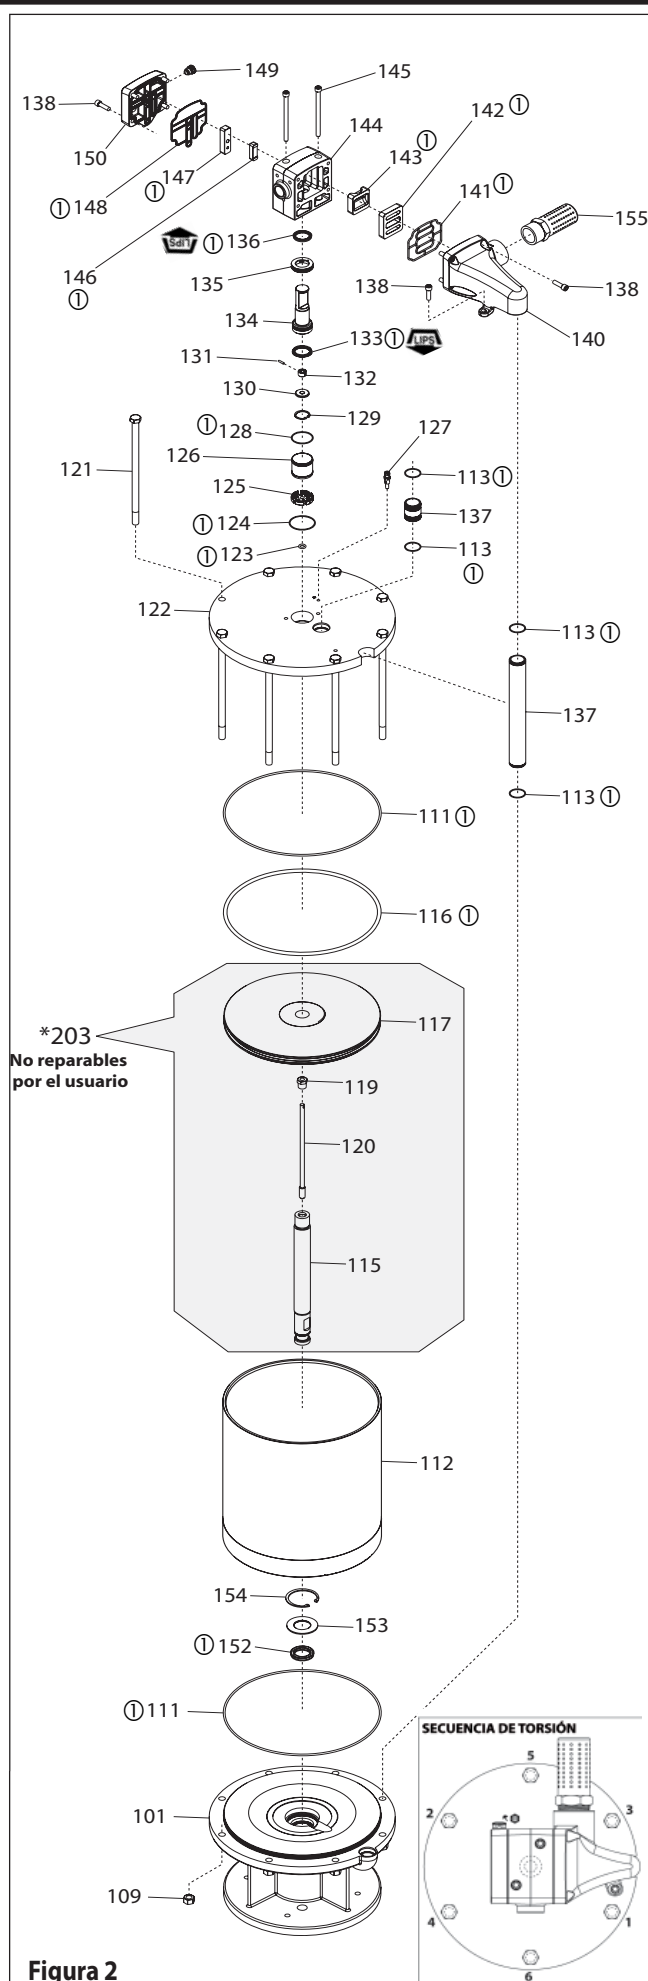

Figura 2
2. Instale la junta en U (152), la arandela (153) y el anillo de fijación (154) en el conjunto de la base (101).
3. Instale la junta tórica (111) en la ranura del conjunto de la base (101).
4. Instale la junta tórica (116) en la ranura del pistón (117).
5. Empuje la varilla del pistón (115) a través del conjunto de la base (101) con cuidado de no dañar los labios de la junta en U (152) o de la junta tórica (102).
6. Lubrique el diámetro interno del cilindro de aire (112) y deslícelo hacia abajo por el conjunto del pistón (203) y hacia el conjunto de la base del motor neumático (101) (ver la figura 2 en la página 2).
7. Alinee la muesca de la placa del cabezal (122) con el puereto del conjunto de la base (101) y presione la placa del ca-
- bezal (122) hacia abajo hasta que se aloje contra el cilindro de aire (112). El conjunto de la varilla de disparo (120) debe pasar por el centro de la placa del cabezal (122).
8. Monte los 8 pernos (121) a través de la placa del cabezal (122) y el conjunto de la base (101).
9. Coloque las 8 tuercas (109) en los pernos de cabeza hexagonal (121) y apriételas según el valor y la secuencia de par especificados.
10. Tire del conjunto de la varilla de disparo (120) lo más lejos posible del conjunto del motor neumático y deslice la junta tórica (123) sobre el conjunto de la varilla de disparo (120), haciéndola pasar por el prensaestopas situado en la placa del cabezal (122).
11. Deslice la tapa (125) sobre el conjunto de la varilla de disparo (120) y empújela hacia el diámetro situado en la placa del cabezal (122).
12. Deslice primero el anillo de fijación (129) y, a continuación, la arandela (130) hacia el conjunto de la varilla de disparo (120).
13. Deslice el dispositivo de accionamiento (132) hacia el conjunto de la varilla de disparo (120). Alinee el orificio del dispositivo de accionamiento (132) con el orificio del conjunto de la varilla de disparo (120) e introduzca el pasador (131).
14. Coloque la junta tórica (133) en la bobina (134). Recuerde que los labios de la junta en U (133) deben apuntar abajo, hacia la placa del cabezal (122).
15. Deslice la bobina (134) hacia el conjunto de la varilla de disparo (120) sobre el dispositivo de accionamiento (132) e introduzca la arandela (130) por detrás de la misma. Por medio de unos alicates para anillos de fijación, coloque el anillo de fijación (129) en la ranura interna situada en la bobina (134). Asegúrese de que el anillo de fijación (129) está completamente encajado en la ranura. Deslice la bobina (134) abajo hacia el diámetro de la placa del cabezal (122) anidado en la parte superior de la tapa (125).